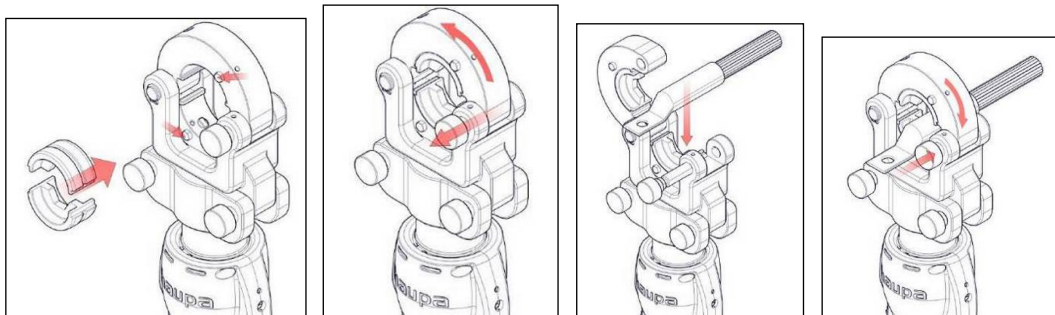

Bild 7: Montage der Presseinsätze und Crimpvorgang
- Wählen Sie Presseinsätze der korrekten Größe und fügen Sie die Einsätze in den Halter ein. Achten Sie darauf, dass die korrekte Crimpverbindung innen der Stempelgröße entspricht und vergewissern Sie sich, dass beide Stifte gut am Kopf festsitzen, siehe Bild 7 unten: